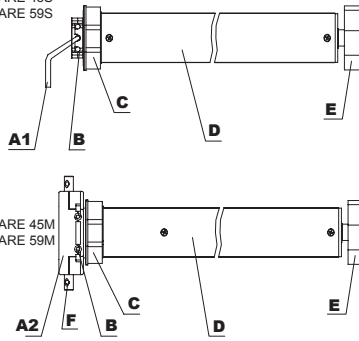

Fig.3
b. Avant toute installation, choisir une couronne et un adaptateur appropriés. Ne pas utiliser de marteau pour insérer le moteur dans le tube (**Fig.3**).